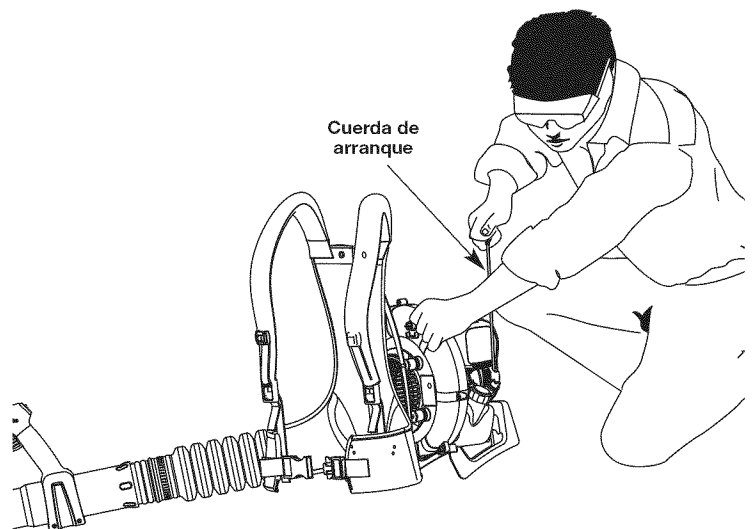

Fig. 16
**ADVERTENCIA:** Evite los arranques accidentales. Colóquese en posición de inicio cuando tire de la cuerda de arranque (Fig. 16). El operador y la unidad deben estar en una posición estable al arrancar la unidad para evitar graves lesiones personales. Para evitar lesiones personales graves, asegúrese de que los tubos de la sopladora estén colocados antes de hacer funcionar la unidad.
5. Colóquese en la posición de arranque (Fig. 16). Tire de la cuerda de arranque **5** veces en un movimiento controlado.